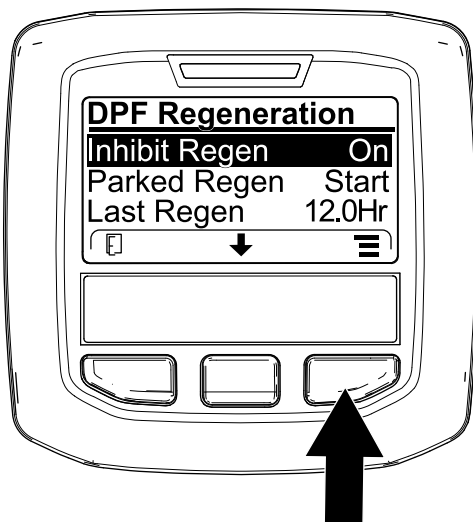
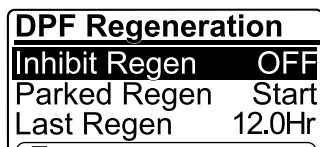

Figura 50
Figura 51
1. Aceda ao menu Regeneração do DPF, prima o botão central para ir até à opção INIBIR REGENERAÇÃO e prima o botão direito para selecionar a entrada Inibir regeneração (Figura 50).
2. Prima o botão direito para alterar a definição da Inibição da regeneração de Ligar para Desligar (Figura 50) ou de Desligar para Ligar (Figura 51).